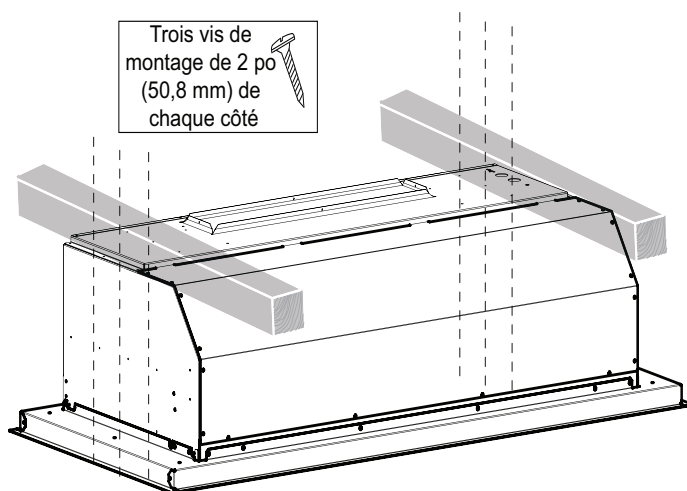

Figure 38 : Vis latérales des modèles VCIB
- c) Fixez les côtés du boîtier à l'aide de six vis de montage de 2 po (50,8 mm), comme illustré sur la Figure 38.